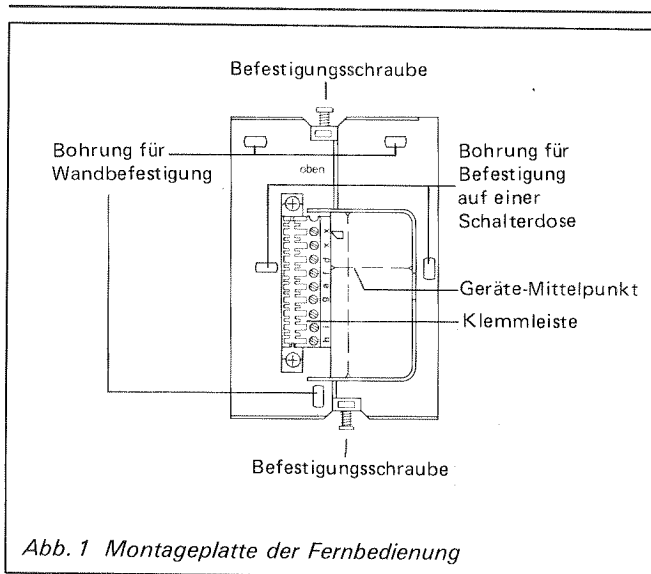
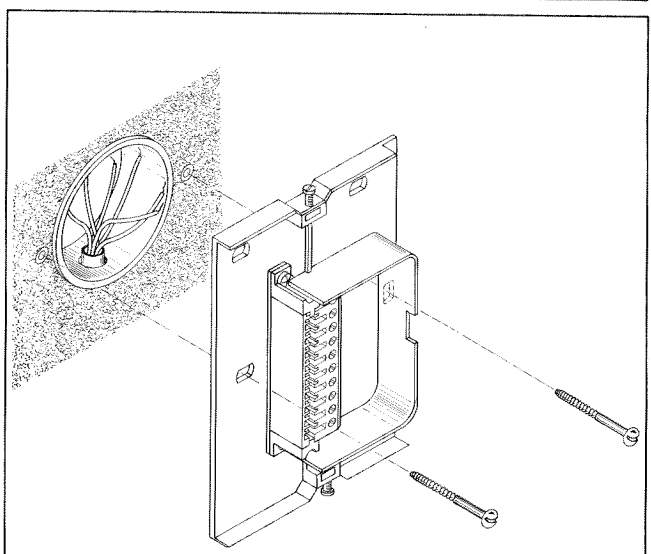

Abb. 1 Montageplatte der Fernbedienung
Abb. 2 Befestigen der Montageplatte auf einer Schaltdose
Die Fernbedienung ist für Wandaufbau vorgesehen. Mit der Montageplatte (Abb. 1) kann die Fernbedienung direkt an die Wand oder auf eine handelsübliche Schaltdose geschraubt werden (Abb. 2). Die Wand muß eben und für die Anbringung der Montageplatte geeignet sein.
1. Zwei Befestigungsschrauben (Abb. 1) lösen, und Montageplatte nach hinten von der Fernbedienung abziehen.